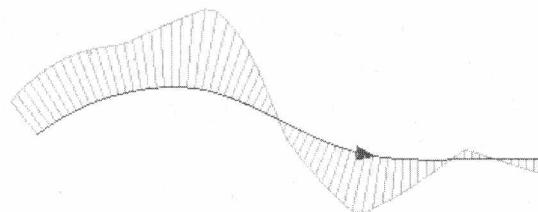

图 1.19
(3) ：显示/隐藏曲线的曲率图(Toggle Create Curvature Plot)。在曲线上右击，切换曲率图的显示与隐藏状态，这是评估曲线光顺性的方法之一。如图 1.19 所示。